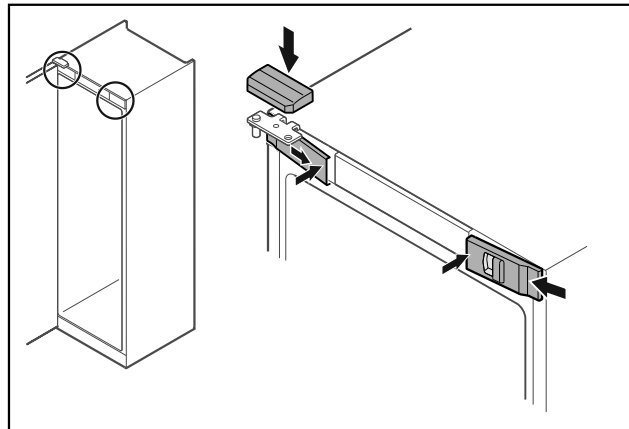

Fig. 50
- ▶ Передні кришки Fig. 50 (1) зачепити збоку та зафіксувати всередині.
- ▶ Зафіксуйте верхню кришку Fig. 50 (2) зверху.